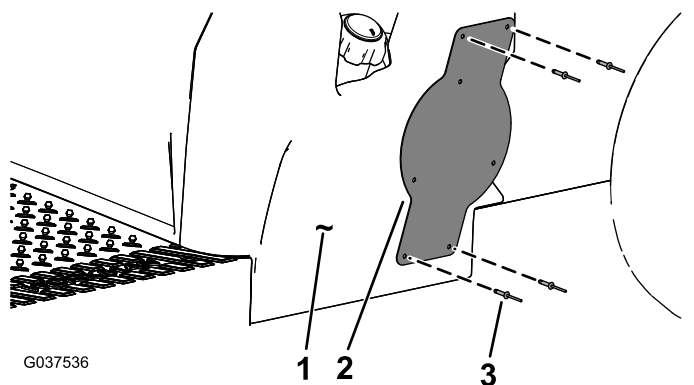

Figure 12
7. Fixez le support de la plaque de réglage de vitesse sur la base du siège à l'aide de 4 rivets aveugles (3/16" x 29/32"), comme montré à la Figure 12.